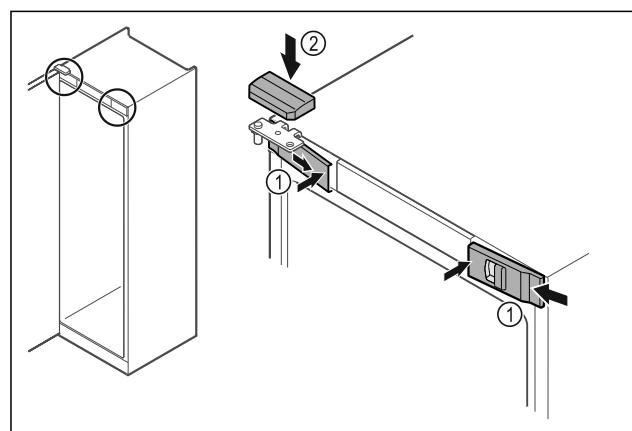

Fig. 50
- ▶ Futni nga anash kapakët mbulues të përparmë Fig. 50 (1) dhe mbërthejini nga brenda.
- ▶ Mbërtheni nga lart kapakun mbulues të sipërm Fig. 50 (2).